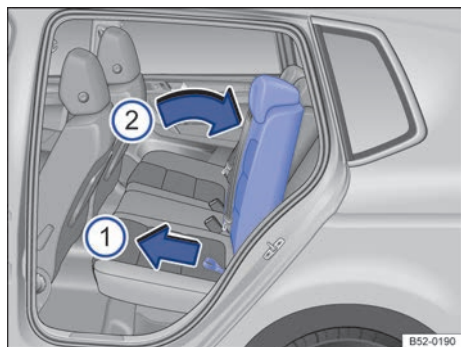

Fig. 90 Ajuste del respaldo del asiento trasero.
- Haga presión con una mano sobre el respaldo derecho o izquierdo del asiento y, al mismo tiempo, tire con la otra mano del lazo correspondiente → fig. 90 ①.
- Lleve el respaldo con la mano a la posición deseada venciendo la resistencia que ofrece ②.